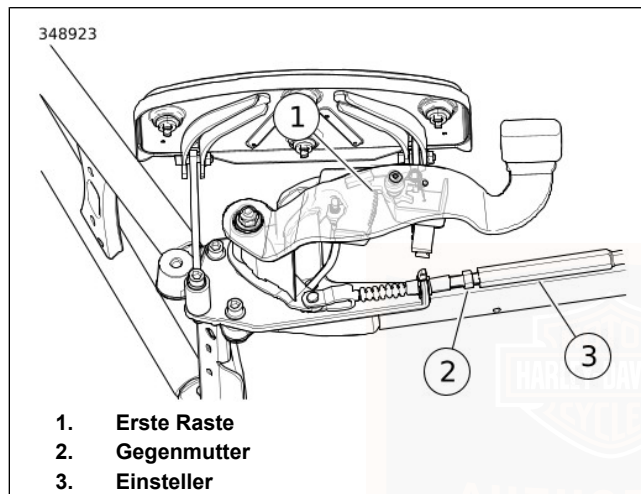

Abbildung 79. Einstellung der Feststellbremse
3. Siehe Abbildung 79. Die Manschette zurückziehen. Gegenmutter lockern.